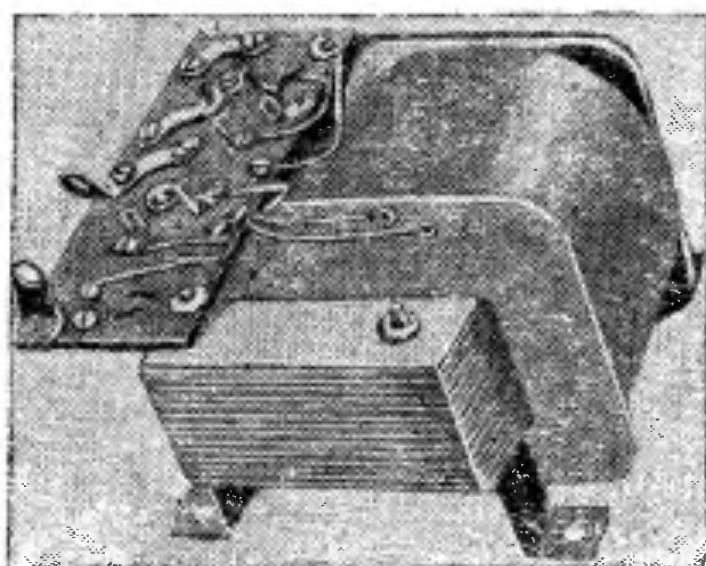
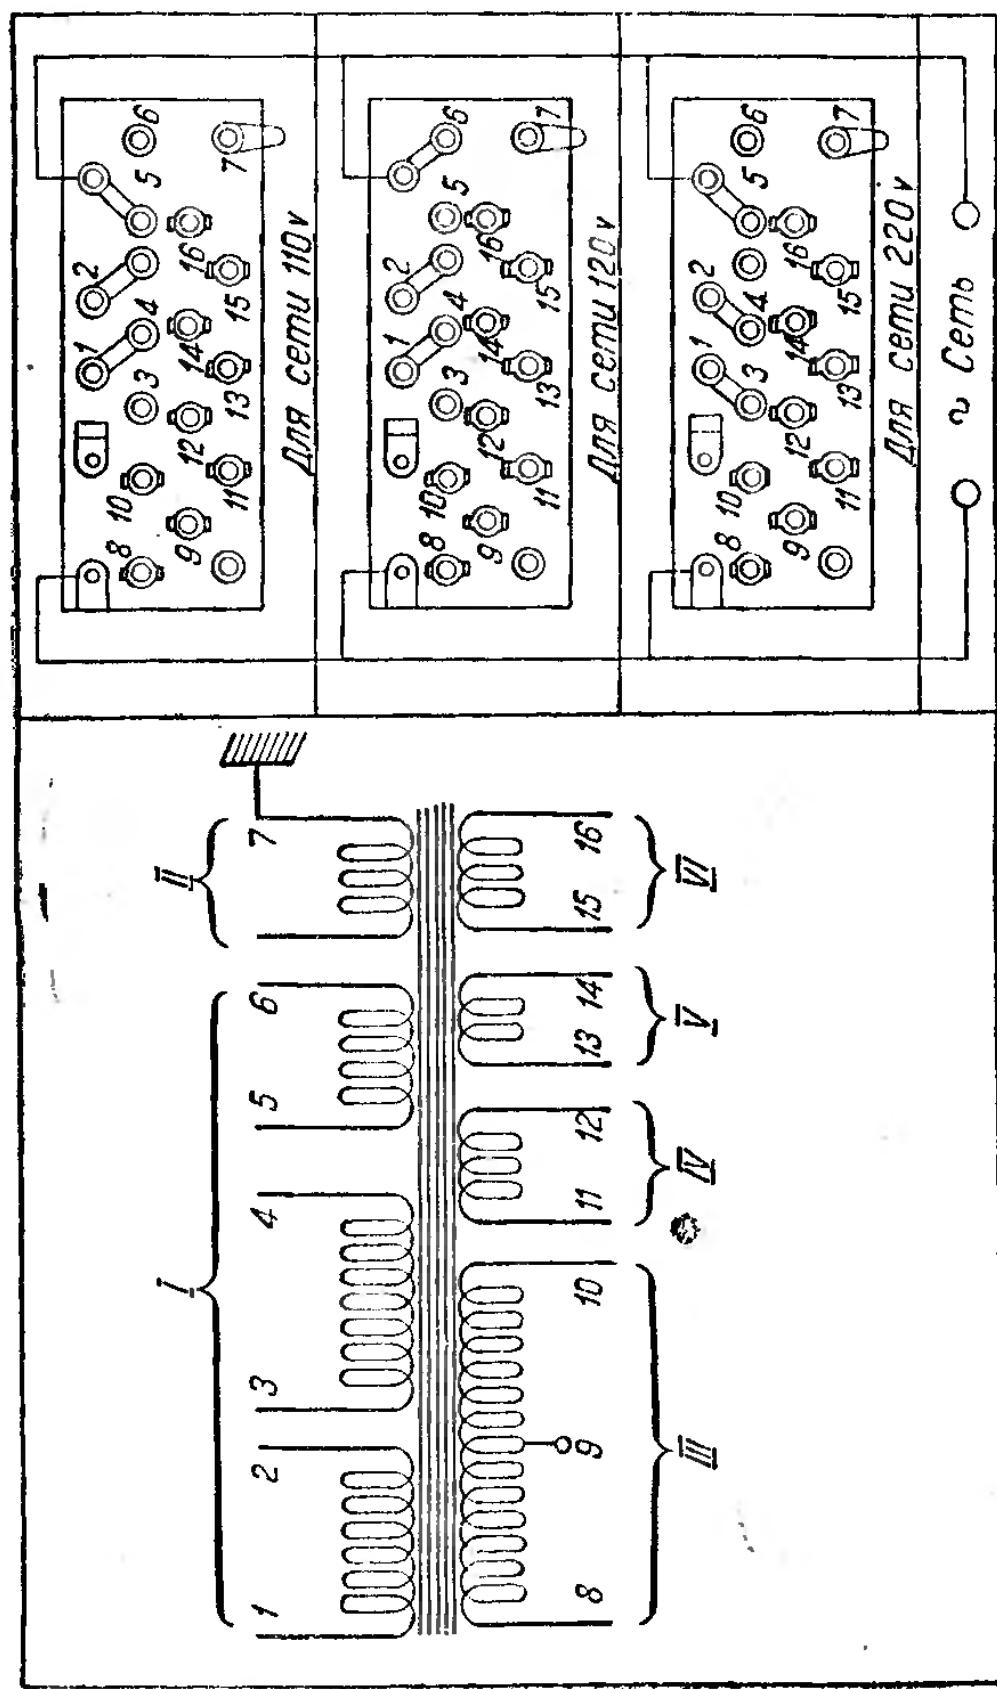

Рис. 79. Мощный силовой трансформатор производства завода „Радиофронт“.
Рис. 80. Схема силового трансформатора з-да „Радиофронт“.
Внешний вид мощного трансформатора показан на рис. 79. Наружные его размеры следующие: высота 85, длина — 120 и ширина — 180 мм. Включать этот трансформатор можно в сеть с напряжением в 110, 120 и 220 в. Он имеет 6 следующих обмоток: сетевую (I), экранную (II), повышающую (III), обмотку для накала кенотрона (IV), обмотку (V) для освещения панели настройки и, наконец, обмотку (VI) для накала ламп приемника (см. рис. 80). Вывод 7 от экранной обмотки нужно заземлять. По электрическим своим качествам этот трансформатор вполне при-
страницы и, наконец, обмотку (VI) для накала ламп приемника (см. рис. 80). Вывод 7 от экранной обмотки нужно заземлять. По электрическим своим качествам этот трансформатор вполне при-
Крупным его недостатком является очень неряшливая сборка, плохая проволока и внешнее оформление, а также недостаточная механическая прочность отдельных деталей этого трансформатора¹⁾. Переключение сетевой обмотки на различные напряжения электросети, как видно из рис. 79 и 80, осуществляется при помощи трех ползунков из мягкой тонкой латуни, что не обеспечивает необходимую прочность и надежность соединения их с контактами трансформатора. Розничная цена 32 руб.